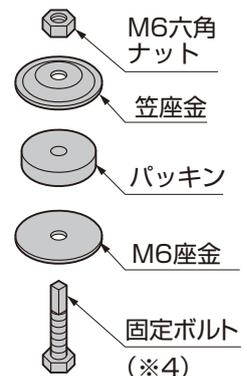

図16-14 中間用折板固定部品
- ⑦ 折板屋根材の中間部の下から、中間用折板固定部品の固定ボルト（※4）を差込んでください。（図16-14、図16-16参照）